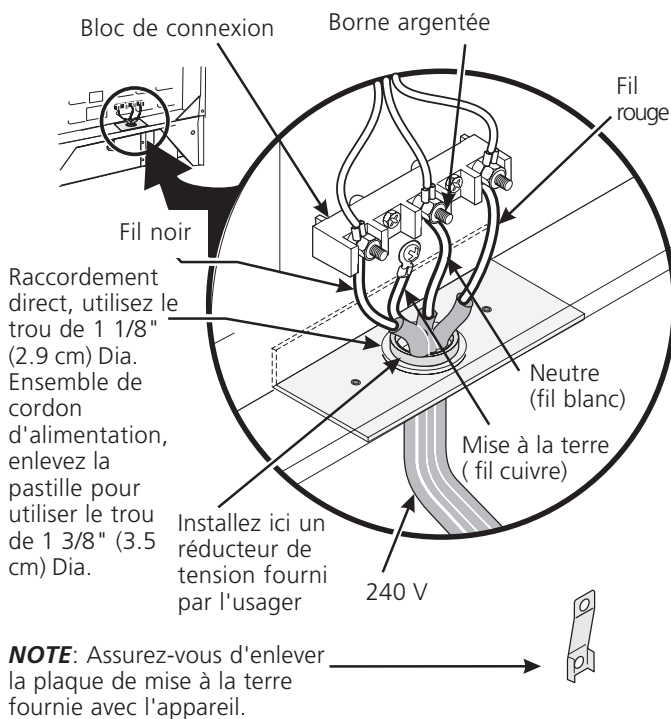

Figure 5
Il est possible de connecter l'appareil soit au moyen d'un câblage "permanent dur" (câble flexible en cuivre blindé ou muni d'une gaine protectrice non métallique) soit au moyen d'un ensemble de cordon d'alimentation. Seul un ensemble de cordon d'alimentation d'un minimum de 125/250 volts, 40 ampères et certifié pour utilisation avec cuisinière doit être utilisé. Le cordon doit être muni de 3 ou 4 conducteurs (États-Unis seulement). Dans les maisons mobiles (États-Unis), ou tout autre endroit où les codes locaux interdisent la mise à la terre au moyen du conducteur neutre, un cordon d'alimentation de 4 conducteurs d'un minimum de 125/250 volts, 40 ampères et certifié pour l'utilisation avec cuisinière doit être utilisée (voir Figure 5).
4. Branchez le fil de mise à la terre (vert) du cordon d'alimentation cuivré, au châssis de l'appareil avec la vis de mise à la terre, à l'aide du trou dans le châssis à l'endroit où la bande de mise à la terre a été enlevée (voir Figure 5).
6. Remplacez les 3 écrous sur les bornes du bloc de connexion (voir figure 5).